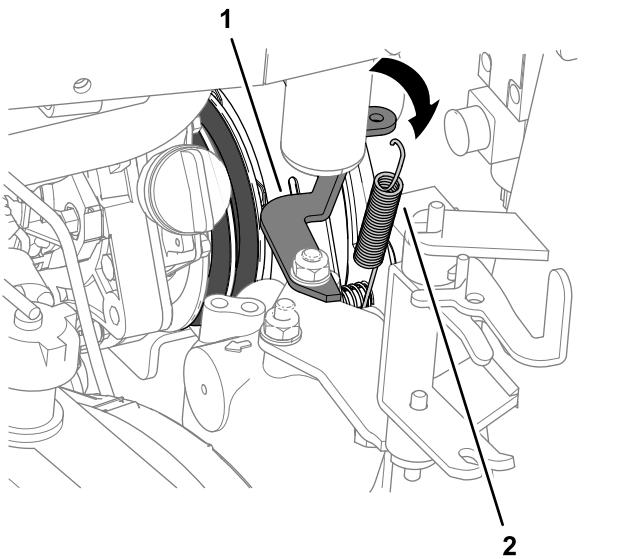

Bild 90
5. Haken Sie an der Kühlseite die Dämpfungsfeder der Kupplung von der Federhalterung aus (Bild 90).
4. Haken Sie die Dämpfungs Feder der Kupplung zwischen der inneren Kupplungsplattenschraube und der Federhalterung ein, siehe Bild 90 in Entfernen der Zapfwellenriemen \(Seite 71\).